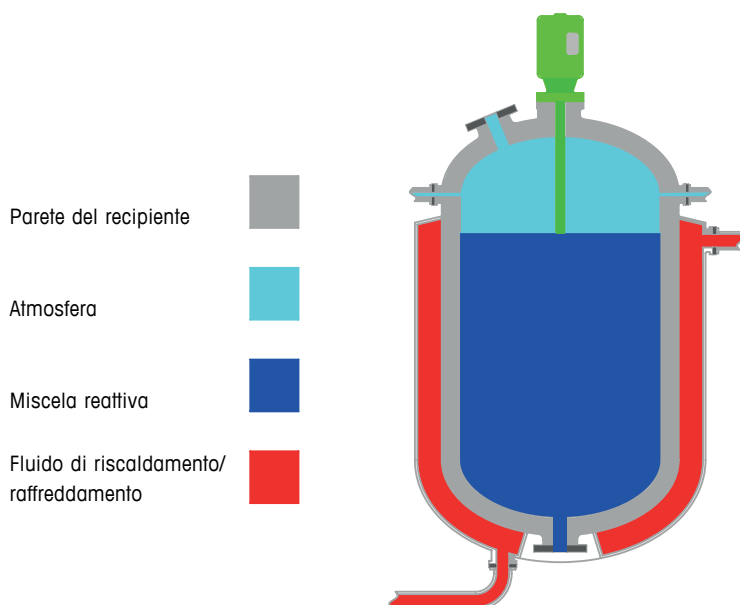

Figura 30: sezione trasversale di un tipico reattore discontinuo
Osservare la sezione trasversale di un tipico reattore discontinuo mostrata nella Figura 30. Esistono vari fattori che contribuiscono al carico statico; si tratta di elementi poco graditi dal punto di vista dell'accuratezza. Di seguito vengono descritti:
3. La maggioranza dei reattori dispone di una camicia di riscaldamento/raffreddamento (come illustrato nella Figura 30), il cui peso e, a volte in misura ancora maggiore, il peso del fluido che contiene, contribuisce al carico statico. Normalmente, un reattore di questo tipo presenta un isolante protetto da un involucro esterno di acciaio inox, che a sua volta aumenta il carico statico.